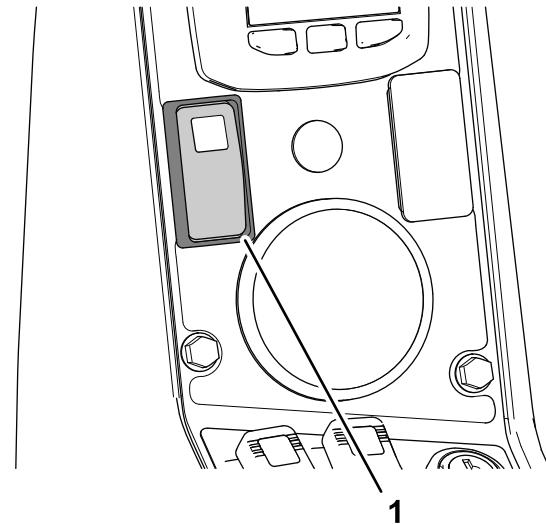

Figura 140
- Premete il pedale dell'acceleratore per il pieno regime del motore (acceleratore completamente aperto), impostate l'interruttore di blocco della velocità della macchina (Figura 140).